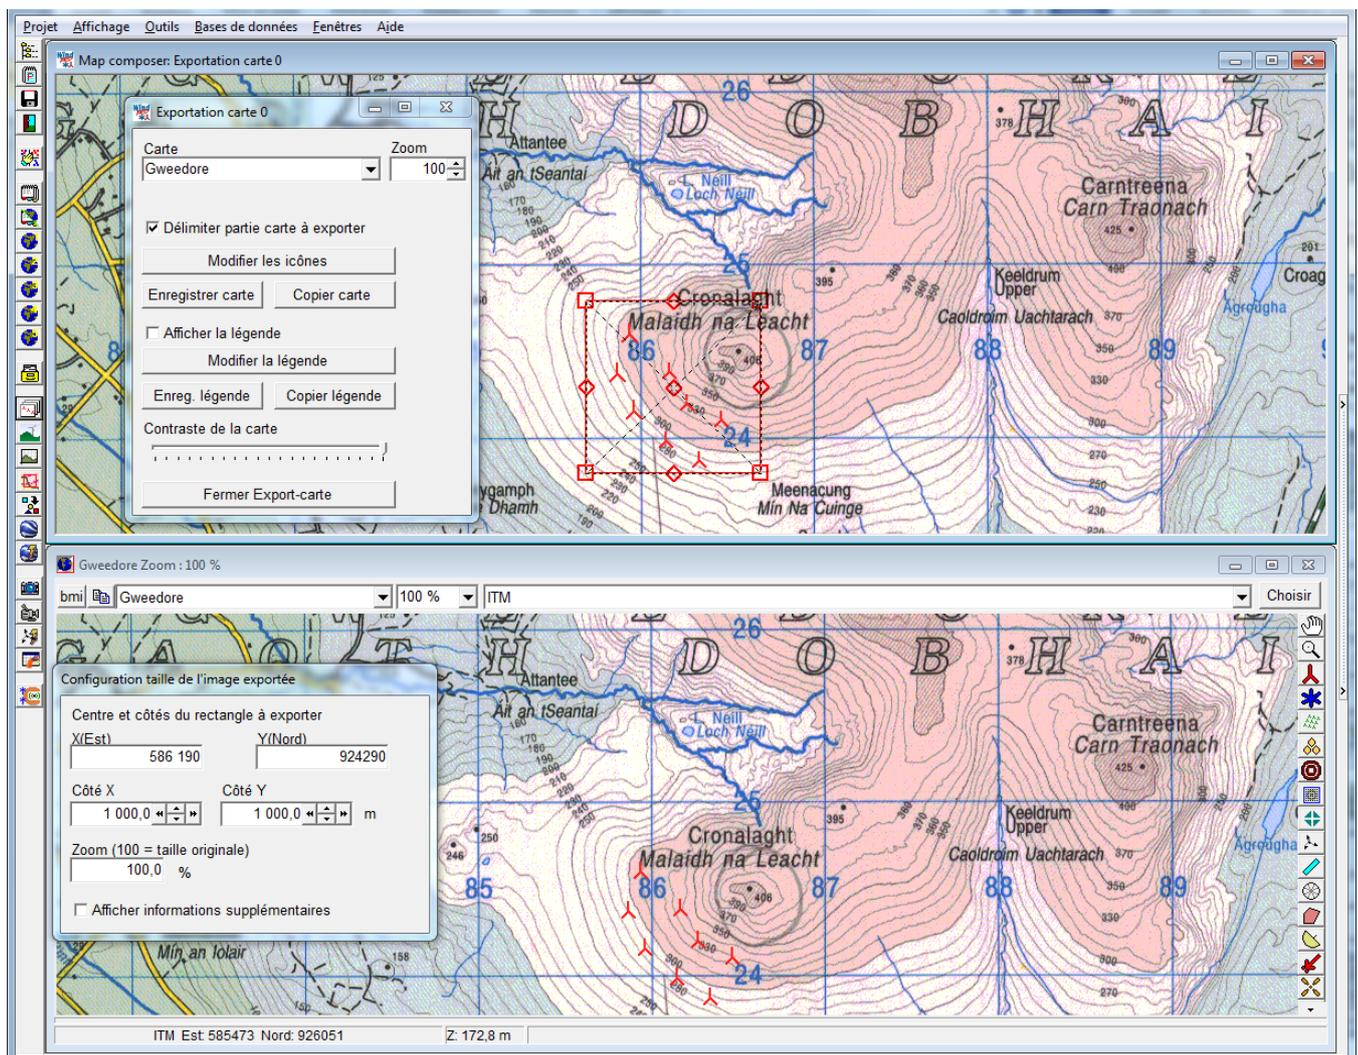
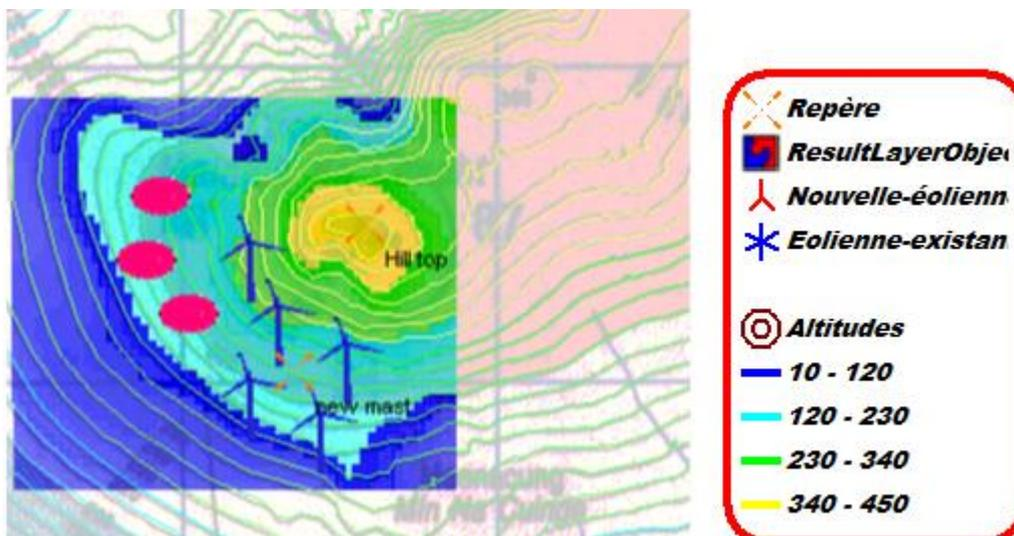
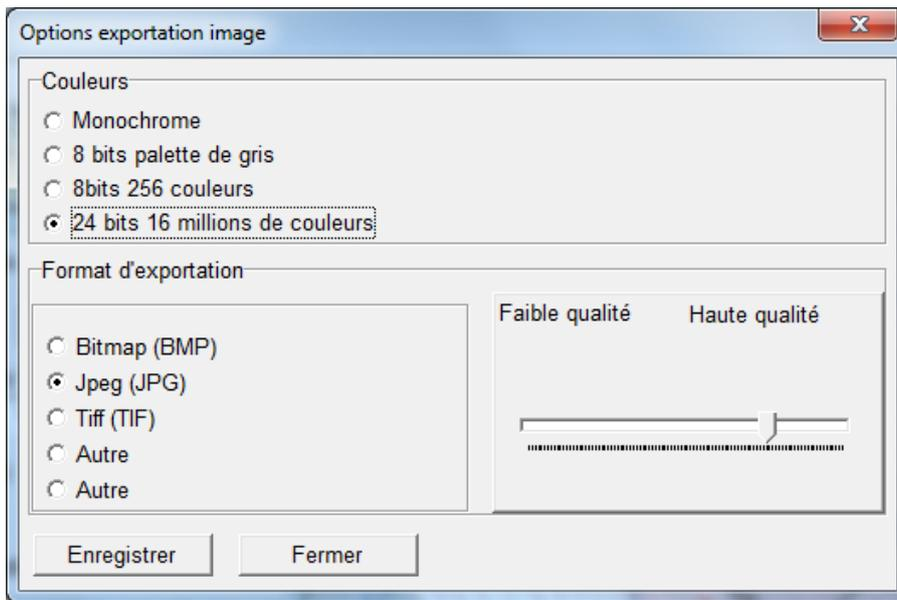

Figure 133
Figure 139
Figure 140
Ensuite, la carte se dédouble et la fenêtre de configuration s'ouvre. Cette fenêtre prend le nom donné à l'«exportation» dans la fenêtre *Gestion des exportations*, «Exportation carte 0» dans l'exemple de la Figure 133. La carte en partie supérieure de l'écran montre le résultat l'image telle qu'elle sera exportée.
En cliquant sur le bouton *Copier carte* de la Figure 133, la partie de la carte délimitée antérieurement est copiée dans le presse-papiers et peut être ensuite collée dans une autre application.
Le bouton *Copier légende* de la Figure 133 permet de copier la légende, indépendamment de la carte, dans le presse-papiers.
L'image de la Figure 135 utilise les icônes et la légende proposées par défaut par WindPRO. Le bouton *Modifier les icônes* de la Figure 133, ouvre la fenêtre *Modification des icônes* de la Figure 136 qui permet de personnaliser les icônes qui seront utilisées dans l'image exportée.
Le bouton *Modifier la légende* de la Figure 133, ouvre la fenêtre *Modification de la légende*, présentée à la Figure 138, qui permet de personnaliser la présentation de la légende exportée.
- dans la fenêtre *Gestion des exportations*, vous pouvez dupliquer, en cliquant sur le bouton *Copier*, une « exportation » existante afin de réutiliser le même format de présentation. Ainsi la Figure 139 réutilise la présentation de la Figure 137 enrichie avec d'autres informations.
- il est aussi possible de réduire le contraste carte pour mieux faire ressortir d'autres informations, comme les ressources éoliennes présentées à la Figure 139. Pour cela il faut agir sur le curseur *Contraste de la carte*, voir Figure 133.
Enfin, le bouton *Enregistrer carte* de la Figure 133, permet d'enregistrer la carte dans un fichier image dont on peut définir le format, voir Figure 140.